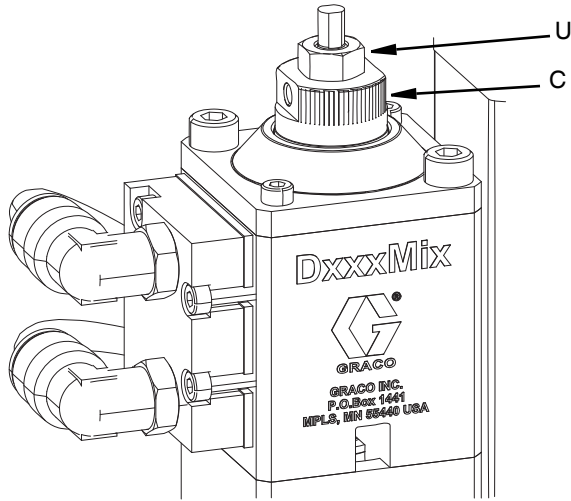

图 10
1. 松开阀顶部的锁紧螺母 (U)。
2. 逆时针旋转调节螺母 (C) 以减小阀打开的距离。
- 慢慢松开调节螺母 (C)，然后循环气压直到达到所需的流量。
- 拧紧锁紧螺母 (U) 以将调节螺母 (C) 固定到位。参见图 10。